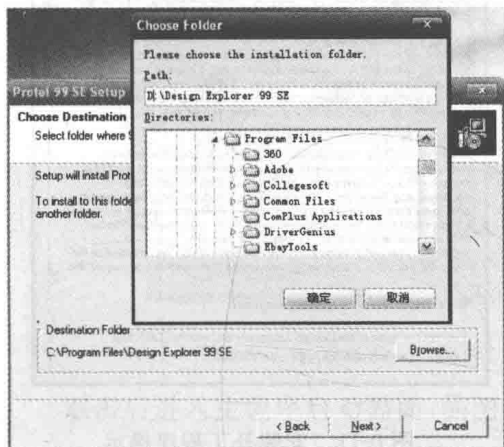

图 0-6 改变为 D 盘目录路径
③ 把 C 盘目录路径更改为其他盘目录路径,如果改变为 D 盘目录路径,则如图 0-6 所示。一般情况下不改变目录路径。